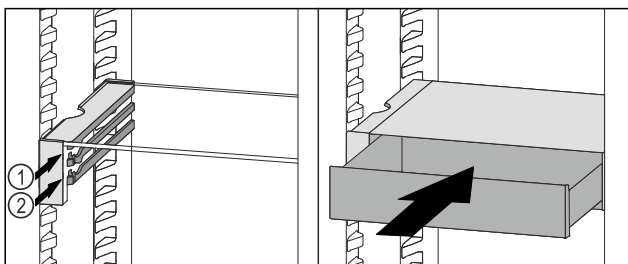

Fig. 52
- Coloque el cajón VarioSafe en la nervadura deseada Fig. 52 (1) o Fig. 52 (2) detrás de los topes.